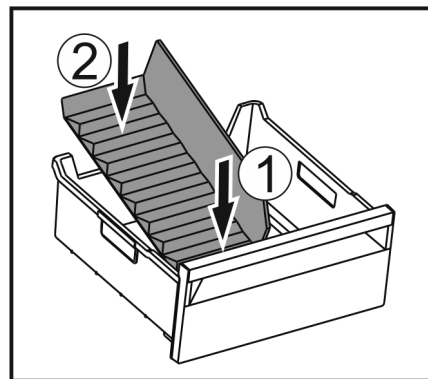

Fig. 114
► 装入冰格分隔器前部。 Fig. 114 (1)
► 将冰格分隔器后部放低至抽屉底板。 Fig. 114 (2)